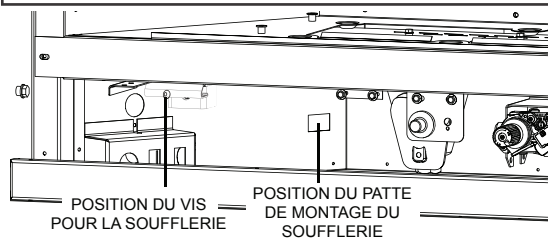

Fig. 1
F. Faites pivoter la soufflerie dans le bas de l'appareil, assurez que le joint d'étanchéité reste en place entre le soufflerie et le foyer pendant que vous glissez-le soufflerie contre la côté gauche dans la patte de montage du soufflerie. Fixer en place utilisant une vis, voir Figure 1 et 2.